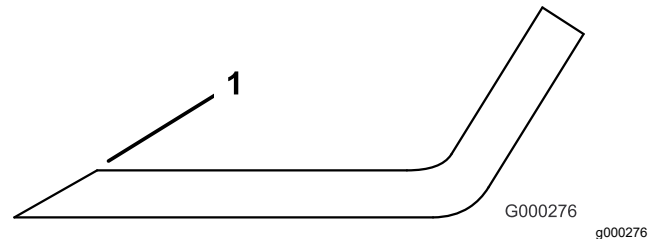

Bild 110
1. Schärfen Sie die Schnittkante an beiden Enden des Schnittmessers mit einer Feile (Bild 110).
Hinweis: Feilen Sie, wenn das Schnittmesser nicht ausgewuchtet ist, vom Flügelbereich des Messers etwas Metall ab (Bild 110).